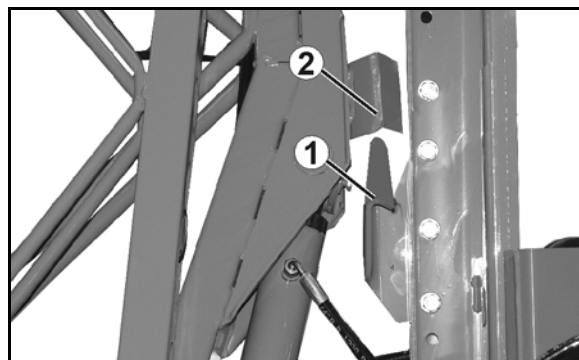

Fig. 79
- cârligele de prindere (Fig. 79/1) eliberează suportul de așezare a timoneriei (Fig. 79/2).
- cârligele de prindere (Fig. 79/1) prind suportul de așezare a timoneriei (Fig. 79/2).